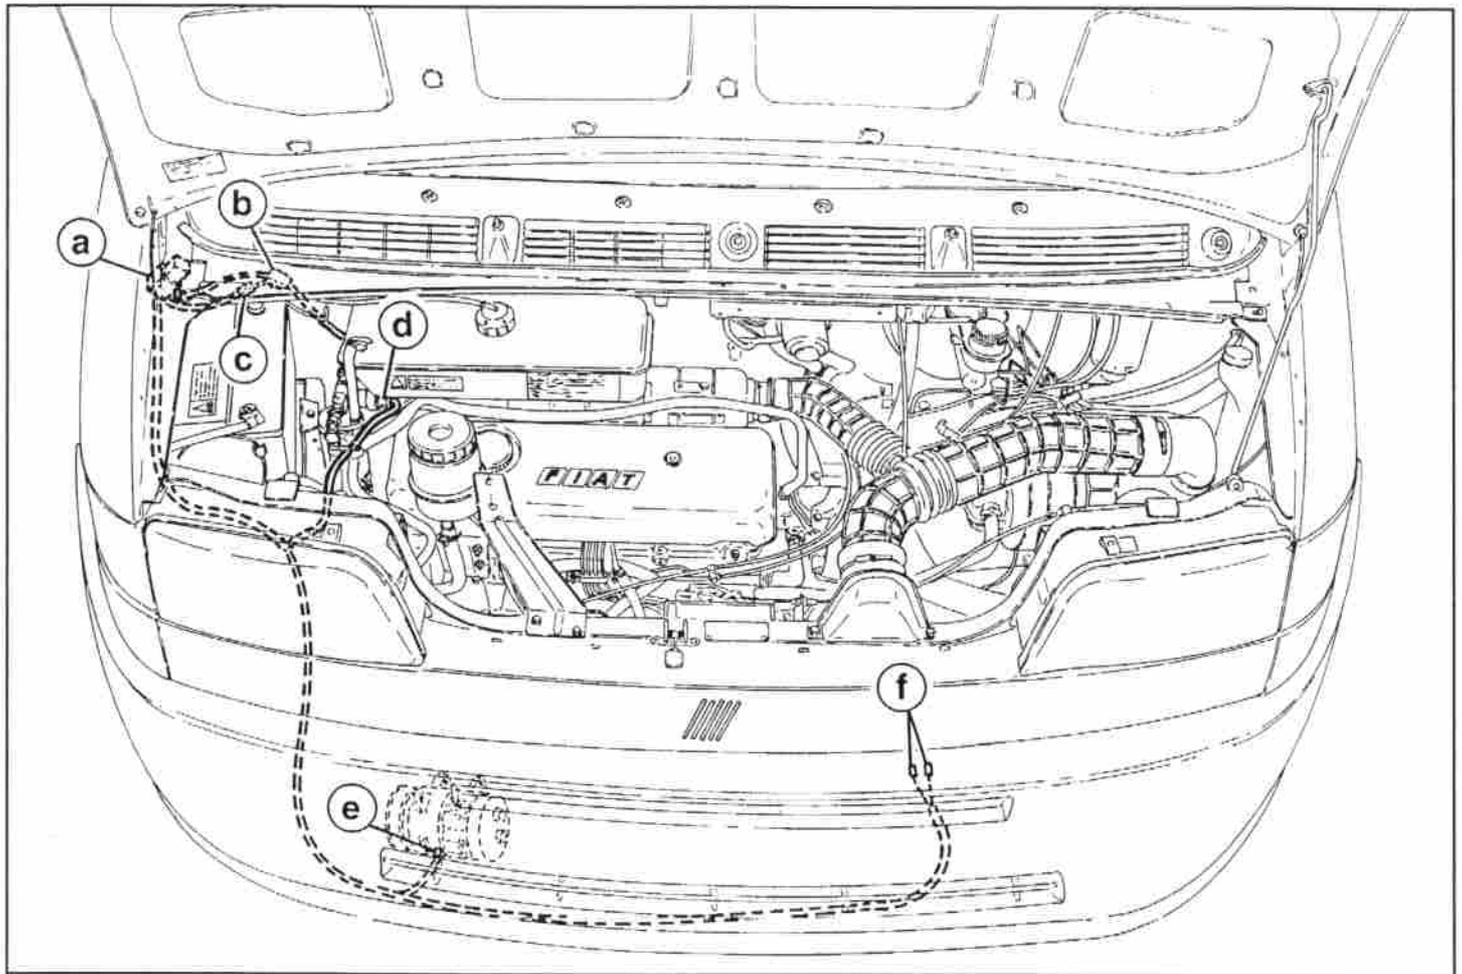

FIG. 58
I Particolare allacciamento cavi originali «AZZURRO» e «BLEU-NERO» del bulbo termostatico «B» del radiatore ai cavi «AZZURRO» e «BLEU-NERO» dell'impianto elettrico fornito (51) ottenuto mediante utilizzo di giunzioni Raychem fornite «53» (riferimento alle pos. «f» di fig. 58 ed alle pos. 23-24 dello schema elettrico).
F Détail du branchement des câbles originaux «BLEU CIEL» et «BLEU-NOIR» du bulbe thermostatique «B» du radiateur aux câbles «BLEU CIEL» et «BLEU-NOIR» de l'installation électrique fournie (51) obtenu en utilisant les connexions Raychem fournies «53» (Référence aux pos. «f» de la fig. 58 et aux pos. 23-24 du schéma électrique).
GB Detail of how the original «LIGHT BLUE» and «BLUE-BLACK» radiator heat shield «B» wires are hooked up to the «LIGHT BLUE» and «BLUE-BLACK» wires of the supplied electrical system (51). Use the supplied Raychem connector «53» (see pos. «f» in Fig. 58 and pos. 23-24 in the enclosed wiring diagram).
D Teilansicht des Anschlusses der Original-Kabel «HELLBLAU» und «BLAU-SCHWARZ» des Thermostatschalters «B» des Kühlers an den Kabeln «HELLBLAU» und «BLAU-SCHWARZ» der gelieferten elektrischen Anlage (51) unter Verwendung der Raychem Verbindungen «53» (Betreff Pos. «f» der Abb. 58 und Pos. 23-24 des Schaltschemas.)
E Particular empalme cables originales «AZUL» y «TURQUI-NEGRO» del bulbo termostático «B» del radiador a los cables «AZUL» y «TURQUI-NEGRO» de la instalación eléctrica abastecida (51) obtenida mediante el uso de juntas Raychem abastecidas «53» (referencia a la pos. «f» de fig. 58 y a las pos. 23-24 del esquema eléctrico).